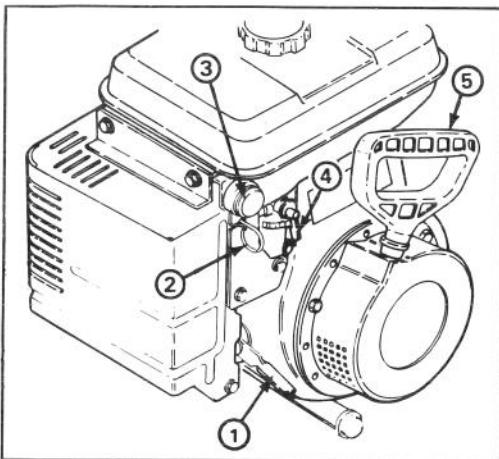

Figure 10
Commande des gaz (fig. 10)—Levez la commande des gaz pour augmenter la vitesse du moteur.
Starter (fig. 10)—Le starter se trouve à l'arrière du couvercle du moteur. Mettez-le en position
Commande d'amorçage (fig. 10)—Appuyez sur cette commande pour pomper une petite quantité d'essence dans le moteur afin d'aider au démarrage par temps froid.
Valve d'arrêt de carburant (fig. 10)—Celle-ci se trouve sous le réservoir de carburant. Fermez la valve pour arrêter l'arrivée de carburant du réservoir dans le carburateur et ouvrez-la pour l'effet inverse. Fermez cette valve lorsque la déneigeuse n'est pas en service. La valve est ouverte dans la position verticale illustrée.
Démarrer à cordon (fig. 10)—Placé à l'arrière du moteur, il sert à mettre le moteur en marche.
2. Ouvrez la valve d'arrêt du carburant placée sous le réservoir (fig. 10).
3. Tirez le starter en position intermédiaire de service lorsque la température est de plus de -18°C et en position maximale de service lorsqu'il fait moins de -18°C (fig. 10).
5. Appuyez sur la commande d'amorçage (fig. 10) à deux reprises s'il fait moins de -12°C . (Si vous amorciez plus, vous risqueriez de faire déborder le carburateur.)
6. Tirez sur la poignée du démarreur à cordon (fig. 10) lentement jusqu'à ce que l'engagement positif se produise; puis tirez d'un coup sec pour faire démarrer le moteur. Gardez une prise ferme sur la poignée du démarreur et laissez le cordon revenir lentement.
7. Lorsque le moteur démarre, rentrez progressivement le starter (fig. 10).